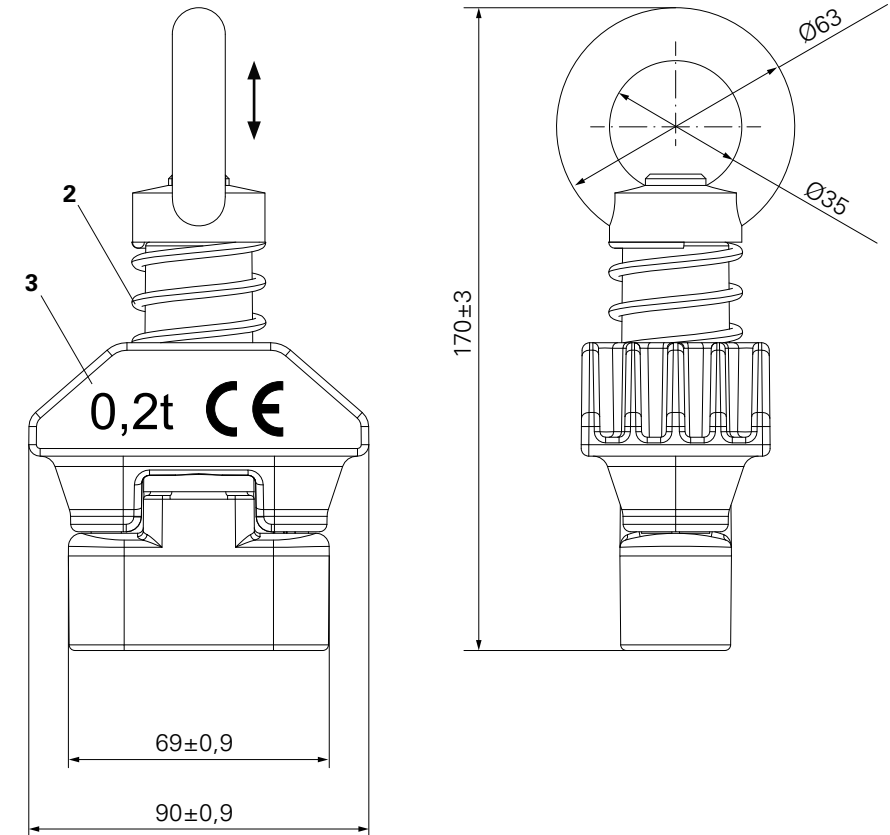

Fig. 2
- Qualora il diametro si discosti di oltre il 3% dalla misura originaria, l'anello di sollevamento non può più essere utilizzato (Fig. 2);
- Controllare la molla dell'anello DUO (2): la forza elastica della molla deve riportare la testa dell'anello DUO (3) alla posizione di partenza. (Fig. 2)